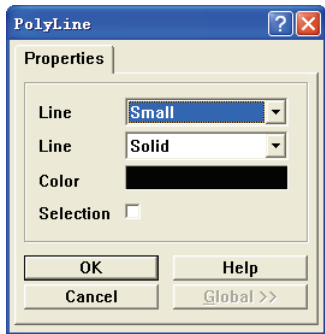
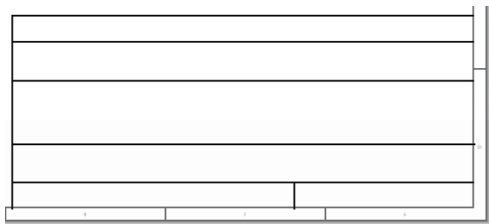

图 4-78 设置线条颜色
图 4-79 绘制标题栏边框
1) 将图纸的右下角放大到主窗口工作区中, 执行 “Place” → “Drawing Tools” → “Line” 菜单命令, 或者单击 “Drawing Tools” 工具栏中的  按钮, 光标变成十字形, 移动光标到原理图图纸的右下角准备绘制, 在开始绘制标题栏之前, 按 <Tab> 键打开如图 4-78 所示的 “PolyLine” 对话框, 在其中将线的颜色设置为黑色, 然后单击  按钮退出对话框返回绘制直线的状态, 在右下角绘制出一个标题栏的边框, 如图 4-79 所示。